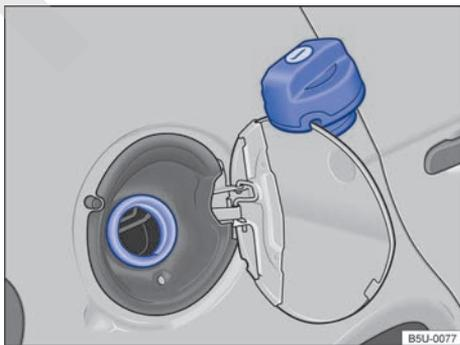

Fig. 119 Portezuela del depósito de combustible abierta con el tapón de cierre del depósito de combustible colgado.
- Gire tapa del depósito de combustible en sentido antihorario y cuélguela encima de la puerta del depósito de combustible → fig. 119.